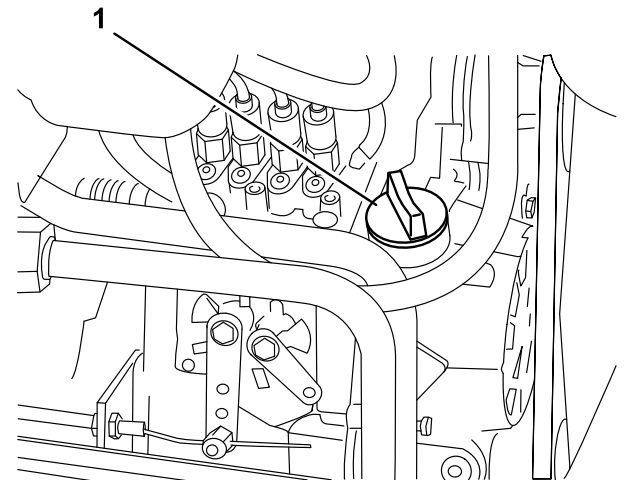

図 30
3. 不足している場合は、キャップ 図 30を取り、Full位置までオイルを補給する。入れすぎないこと。